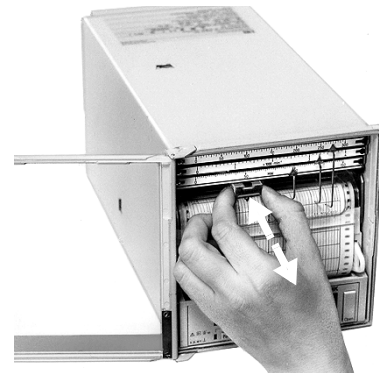

Bild 12 Druckeinsatz einsetzen, entnehmen
3. Druckeinsatz in den Schreibschlitten einsetzen (siehe Bild 12)